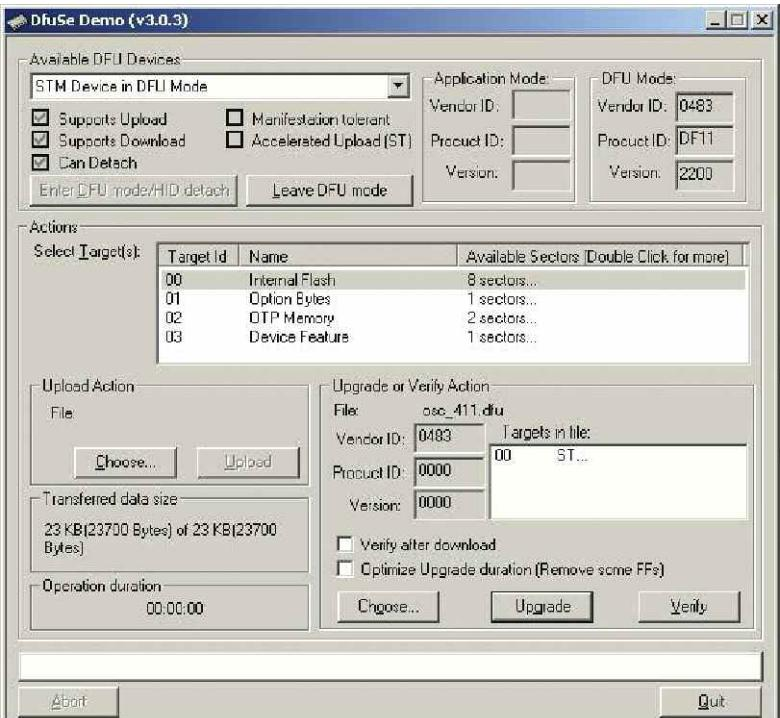

Рис. 10
**Программирование.** Для программирования модуля A2 используется программа DfuSe Demo (**рис. 10**) с сайта производителя контроллера STMicroelectronics (файл stsw-stm32080.zip). Модуль Black Pill необходимо подключить к USB-порту компьютера, используя кабель USB-С, и перевести её в DFU режим программирования, для чего необходимо нажать и удерживать на ней кнопку BOOT0, затем кратко нажать на кнопку NRST, и отпустить кнопку BOOT0. После запуска программы DfuSe Demo в поле Available DFU Devices появится устройство STM